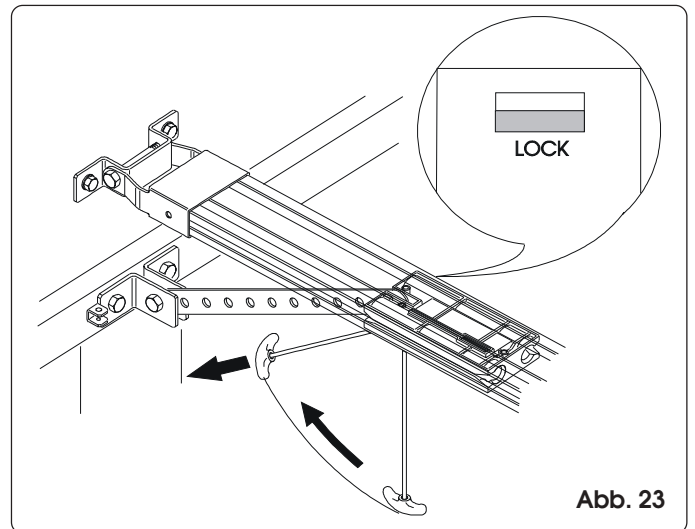

Abb. 23
- 4) Ziehen Sie den Entriegelungsgriff waagrecht in Torrichtung (Abb. 23). Beim Loslassen des Griffs muss die Aussparung LOCK unter dem Laufwagen in roter Farbe erscheinen. Bewegen Sie nun das Tor abermals von Hand, bis der Laufwagen einrastet.